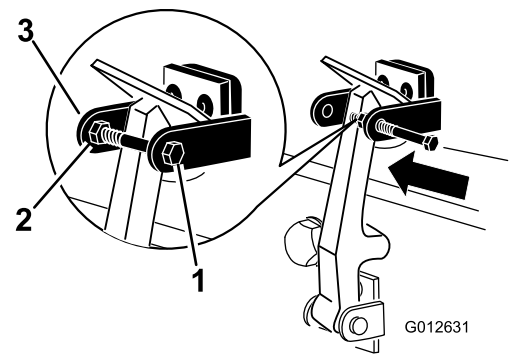

図 10
7. フードロックブラケットのもう一つのアームにボルトを差し込んでラッチをロックする 図 10。